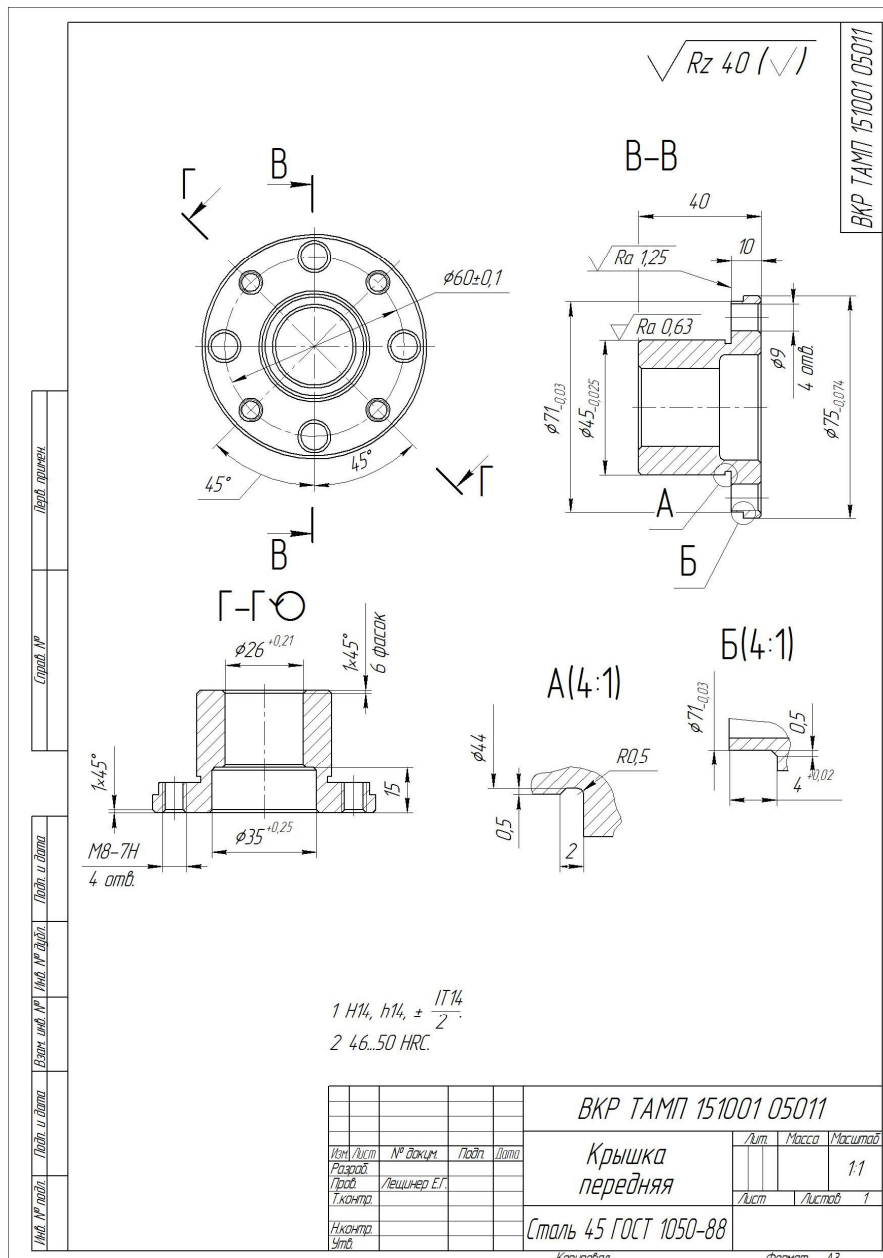

Рис. 2. Рабочий чертеж детали
- 1) рабочий чертеж детали (представлен на рис. 2).
Деталь – крышка передняя, (рис. 2). Наружный контур состоит из одной ступени $\varnothing 75_{(-0,074)}$; $\varnothing 45_{(-0,025)}$, имеется канавка под уплотнительное кольцо. Внутренний контур состоит также из одной ступени.